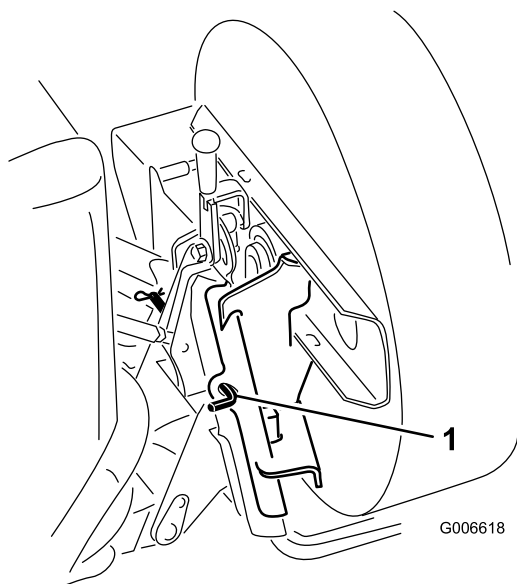

Рисунок 5
- Вставьте стопорный штифт в переходники и закрепите шплинтом (Рисунок 5).